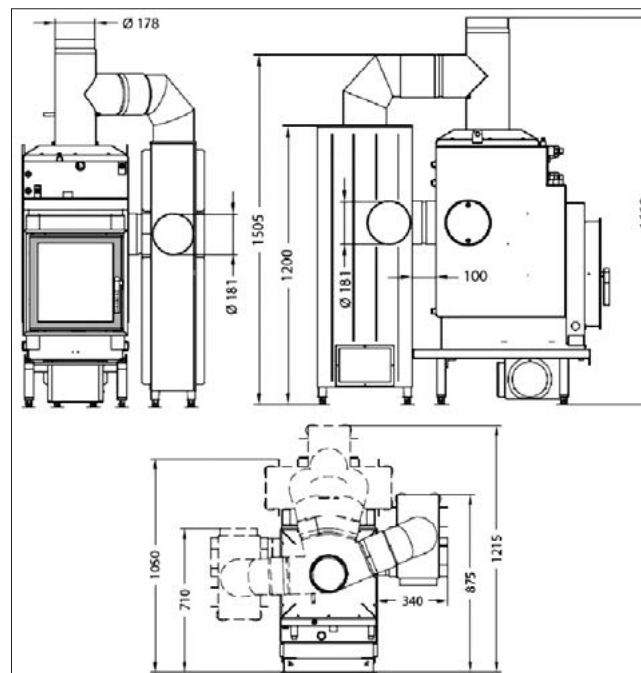

Abb. 1d
\* Die angegebenen Werte stellen den Mittelwert über einen Abbrand dar. Diese Werte ergeben sich unter Prüfbedingungen, wenn in 70 min eine Holzmenge von ca. 4,6 kg trockenes Buchenscheitholz mit NSHF (s. Abb. 1d) verbrannt wird (siehe Punkt „4. Betrieb“).
**Wird der Heizeinsatz nicht wie in Abb. 1d mit einer Nachheizfläche (NSHF) oder einem vergleichbaren Bauteil kombiniert, ergeben sich veränderte Leistungen und Leistungsverteilungen.**